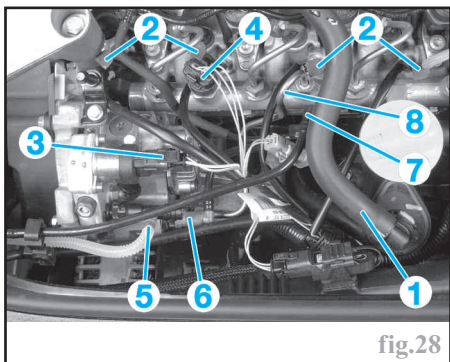

fig.28
- le tuyau (1) de réaspiration des vapeurs d'huile sur le décanteur et l'écartier (fig.28),
- les bougies de préchauffage (2),
- le régulateur de pression (3) sur la pompe,
- le capteur de pression (4) sur la rampe.
- les tuyaux d'alimentation (5) et de retour (6) sur la pompe ainsi que celui de retour des injecteurs (7).
- le tuyau haute pression entre la pompe et la rampe (8),